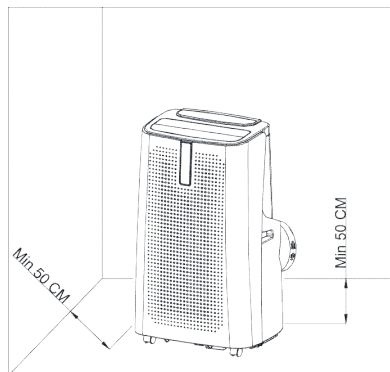

Abbildung 4
1) Stellen Sie das Gerät mit montiertem Wärmerohr und Armaturen vor das Fenster. Der Abstand zwischen Haupteinheit und Wänden oder anderen Gegenständen muss mindestens 50 cm betragen (wie in Abb.4 gezeigt).